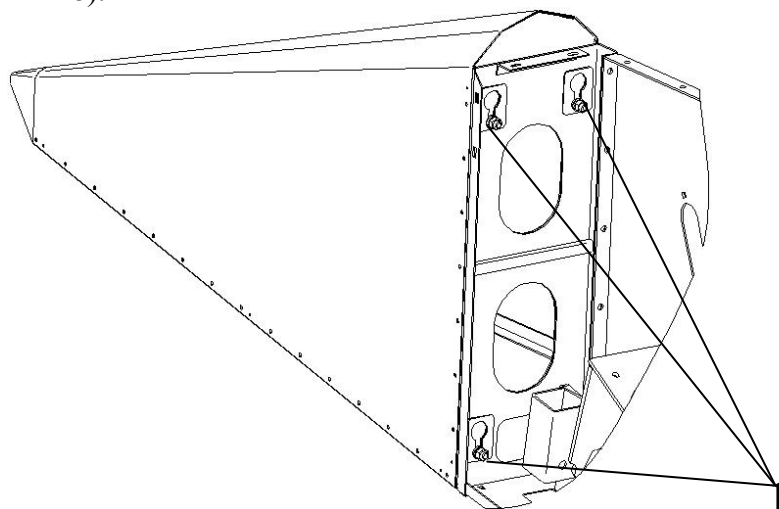

Рисунок 18.
- Установите правый и левый делители на боковины приспособления. Гайки затяните (рисунок 18).